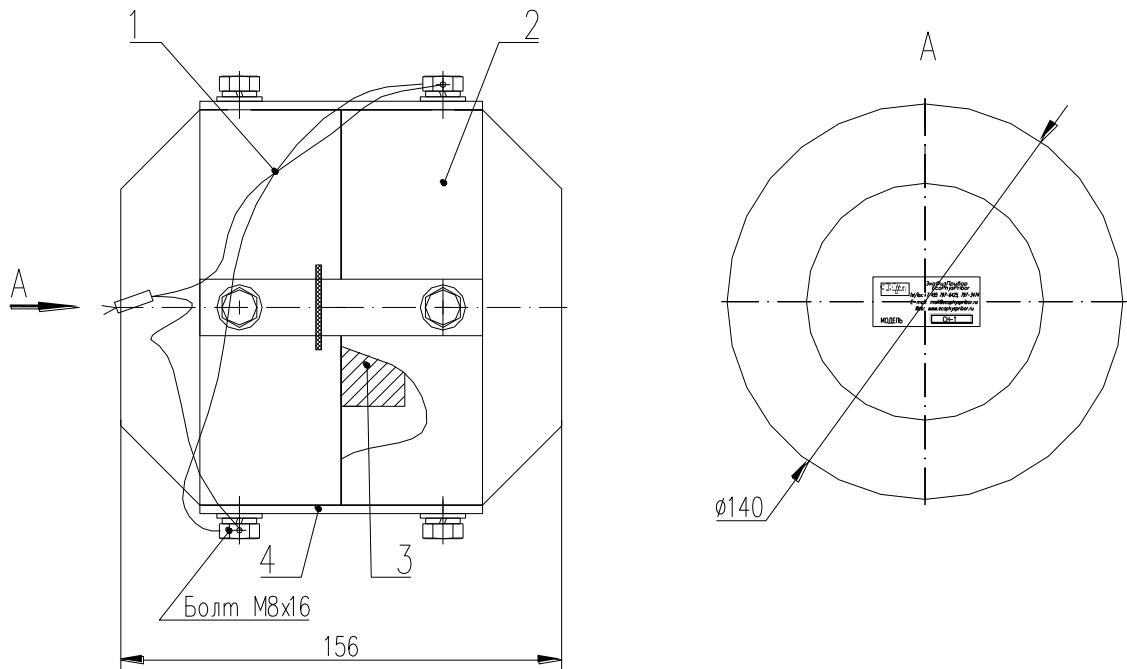

Рис.5. 1 - кассета; 2 – транспортная заглушка; 3 - вкладыш; 4 – планка
3.5. Кассета СН-1(СН-2, СА) поставляется в отдельных ящиках с установленной транспортной заглушкой (см. рис. 5, Приложение, фот. 6) .
4.7.1. Перед монтажом кассеты СН-1(СН-2) (см. рис. 5, Приложение, фот. 6) для модификаций БПУ-1КМ-26, БПУ-1КМ-27, БПУ-1КМ-28, БПУ-1КМ-29, необходимо снять транспортную заглушку. Для этого планки поз.4 необходимо снять, отвернув крепежные болты, удалить транспортную заглушку поз.2 и вкладыш поз.3.